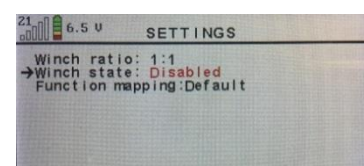

Abbildung 43
- Schalten Sie die Winde im Menü der Fernbedienung den **Winch State** auf **Disabled** (siehe Abbildung 43).